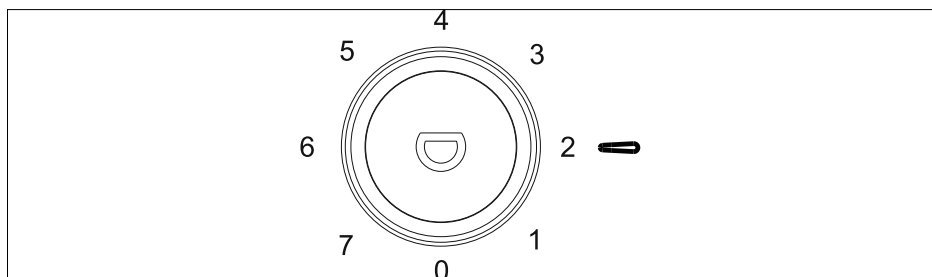

Fig. 20
Sono possibili 8 impostazioni del regolatore della temperatura (3) (vedere la **fig. 20**):
- Per scollegare l'apparecchio dalla corrente elettrica portare il regolatore della temperatura (3) sulla posizione **0** ed estrarre la spina dalla presa di corrente.